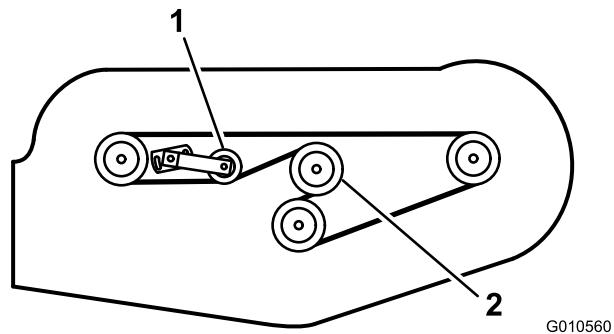

Figura 29
5. Instale la correa nueva alrededor de la polea de la caja de engranajes, las poleas de los ejes, la polea tensora estacionaria y la polea tensora ajustable (Figura 29).